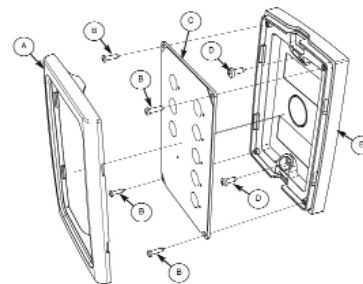

fig.1
INSTALLATION SELECTEUR (fig.1)
- Enlevez le bâti (PARTIE A Fig.1) fixé à pression
- Enlevez le clavier complète de la carte électronique en desserrant le 4 vis (PARTIE B fig.1)
- Fixez la base avec les vis appropriés (PARTIE D Fig. 1) au support où il sera positionné, en utilisant les faites exprès boutonnières.